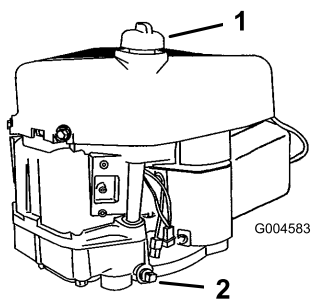

Figura 20
8. Limpie alrededor de la varilla de nivel de aceite (Figura 20) para impedir que caiga suciedad por el orificio de llenado y cause daños en el motor.
11. Vierta lentamente aproximadamente el 80% de la cantidad especificada de aceite por el orificio de llenado (Figura 20). Compruebe el nivel de aceite; consulte Verificación del nivel de aceite.